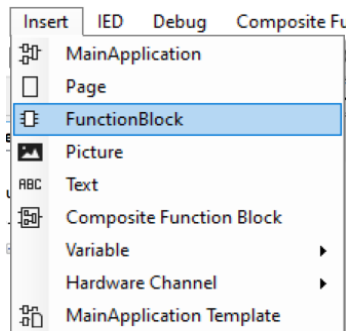

Imagen 109_Inserción de funciones en bloque para la aplicación Valores.
2.3.2 Posteriormente vamos a añadir un nuevo bloque de funciones, seleccionando “*Insert - FunctionBlock*” como en la **Imagen 109**.